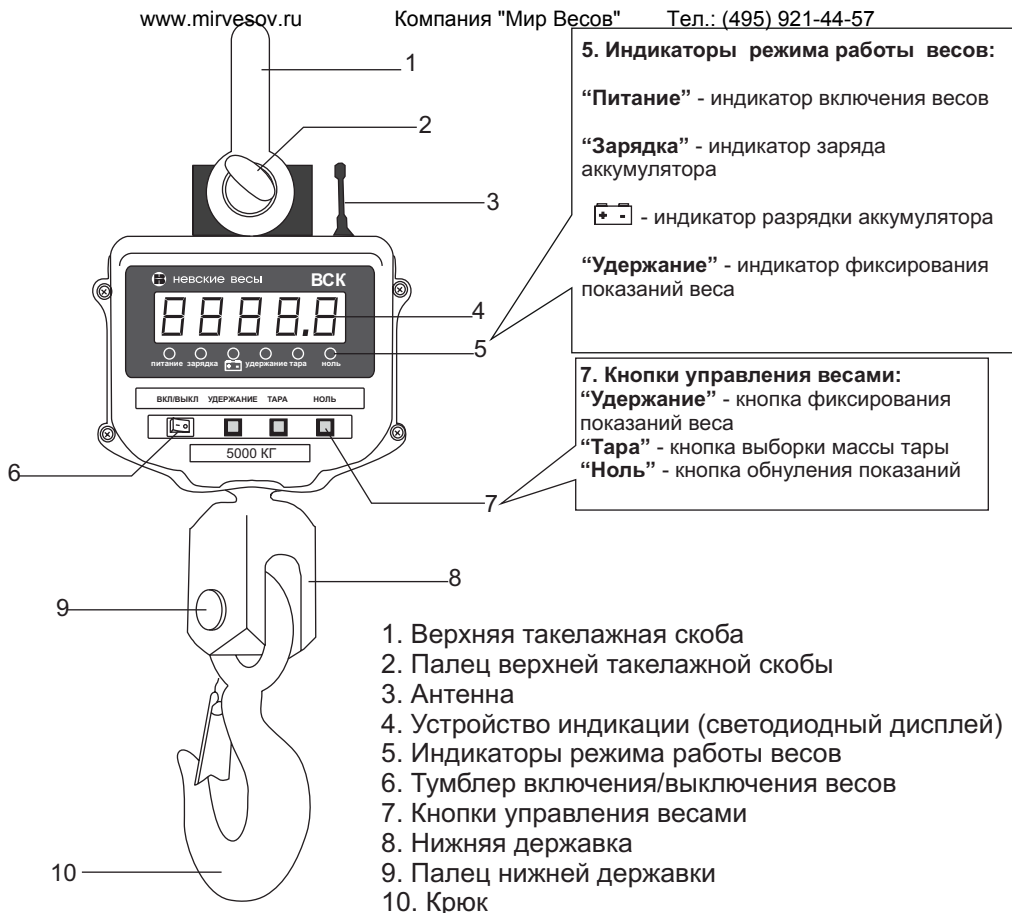

Рис.2 Внешний вид и основные узлы весов ВСК и ВСК-Д
Рис.2 а. Пульт управления
4.2. Включите весы, нажав тумблер включения/выключения весов (см. рис.2).
В процессе эксплуатации возможно включение и выключение весов с помощью кнопки ①, расположенной на ПУ (см. Рис. 2а)
Закончив работу, выключите весы, нажав тумблер включения /выключения весов. (см. Рис. 2).
7.2. Включите Пульт при помощи кнопки включения/выключения пульта (см. Рис. 2). После прохождения автотеста на дисплеях весов и пульта загорится: